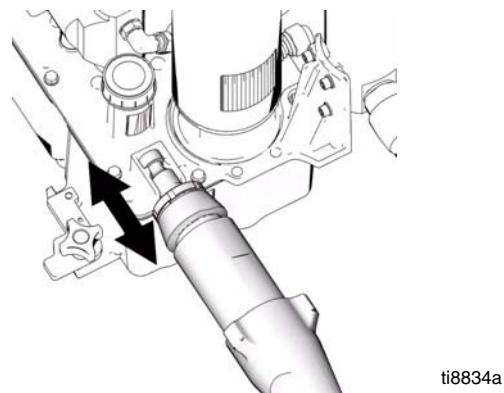

FIG. 13
1. (FIG. 13) Si fuera necesario, coloque el eje de la bomba en la pieza colada de ajuste para alargar el eje.